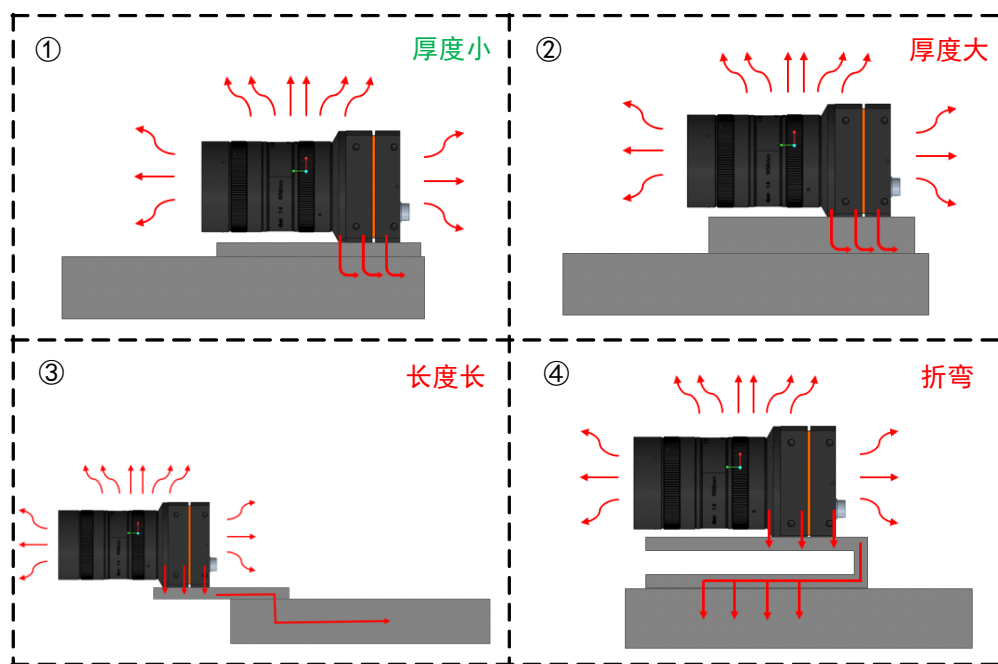

图4-11 不同安装方式的导热路径
如图4-11中安装方式①和②所示，建议使用厚度更薄的安装件，缩短相机通过安装件的导热路径。
如图4-11中安装方式③和④所示，避免使用长度延长以及折弯的安装件，增加相机通过安装件的导热路径。